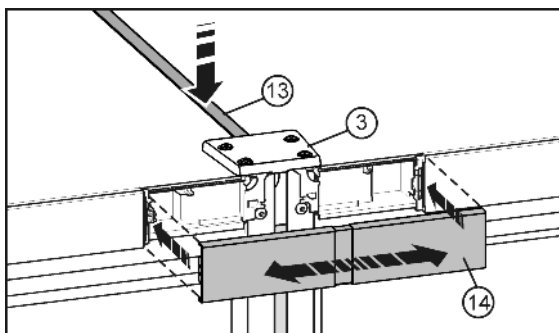

Fig. 10
- ▶ På oversidan, tryck in den korta listen *Fig. 10 (13)* i spalten. Listen ska ligga i samma plan som förbindelseplattans *Fig. 10 (3)* framkant.
- ▶ Fäst täckplattan *Fig. 10 (14)* över det ännu öppna mellanrummet mellan de båda kontrollpanelerna. Kontrollera då att täckplattans yttersidor är i samma plan som kontrollpanelerna. För detta ändamål är täckplattan utdragbar.